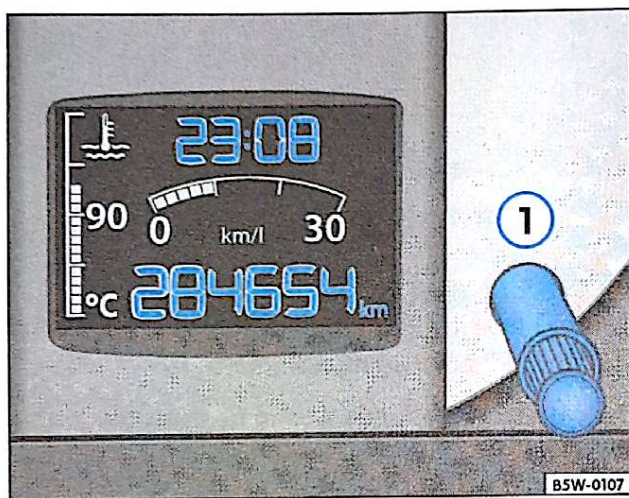

Fig. 37 Hodômetro total e relógio
O totalizador do display registra o total acumulado da distância percorrida ⇒ fig. 37. Este mostrador possui seis dígitos e será zerado sempre que se alcançar o valor máximo.
Para acertar as horas, com a ignição ligada e sem selecionar o hodômetro parcial, pressione o botão ⇒ fig. 37 ① por menos de dois segundos.
Para acertar as horas do relógio, com a ignição ligada, gire o botão ⇒ Página 52, **fig. 37** ①, brevemente, no sentido anti-horário. Para acertar os minutos, gire o botão ① no sentido horário.